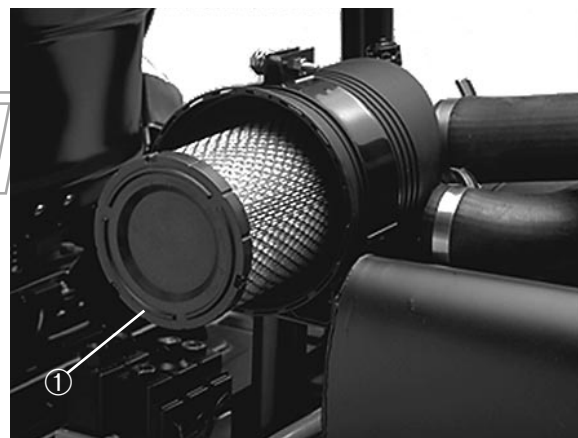

Fig. 33
2. Skyv primærfilteret (fig. 33) forsiktig ut av luftrenserkroppen for å redusere støvmengden som frigjøres så mye som mulig. Filteret må ikke banke mot luftrenserkroppen. Du må ikke ta av sikkerhetsfilteret.